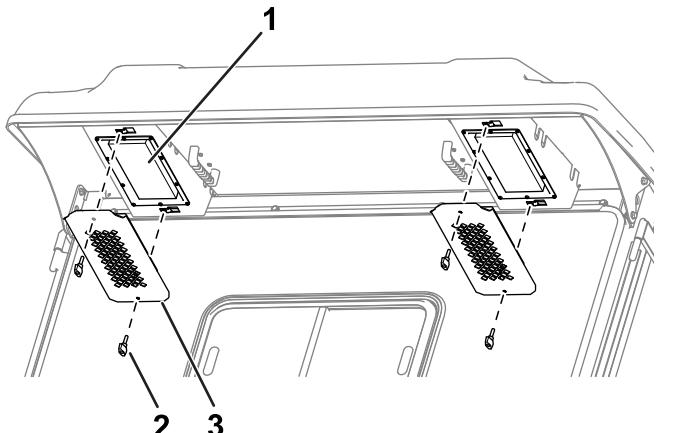

図 116
- 後方のオーバーハング部からノブと格子を取り外す図 116。
4. フィルタをキャブに取り付け、格子とノブで固定する図 116。